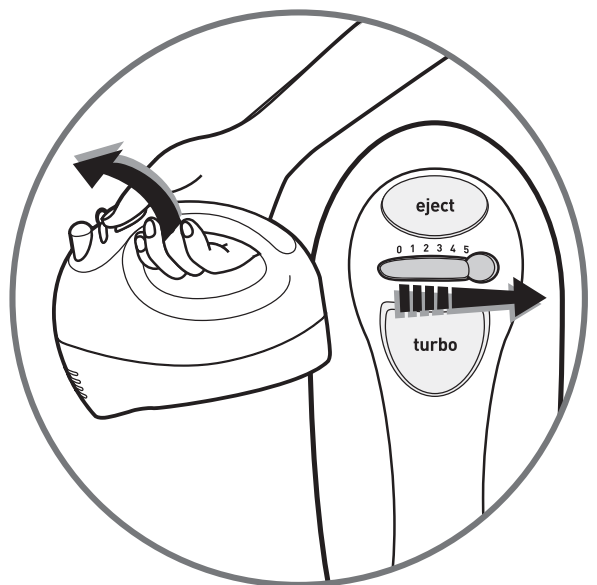

fig.2
- Запустите прибор с помощью переключателя скоростей (**A2**), (**Рис.2**), установите переключатель сначала на скорость **1**, затем на **2,3,4,5**. Если продукт требует более интенсивного перемешивания,